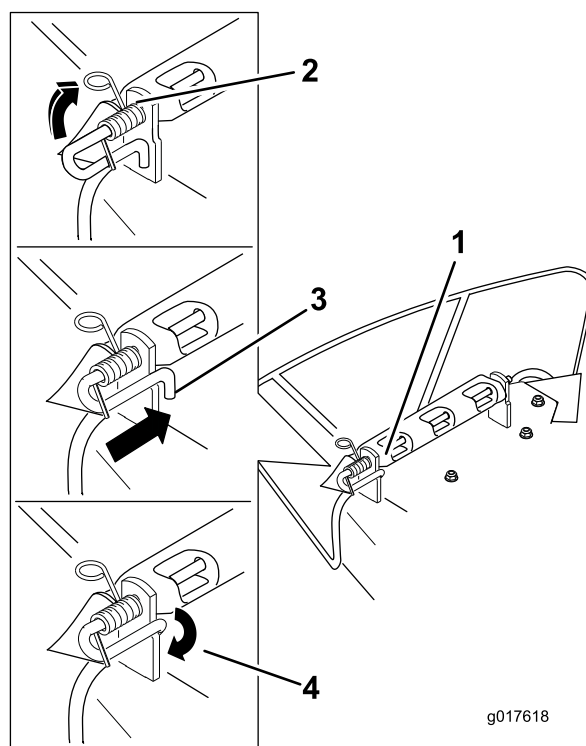

Figura 76
4. Posizionate il nuovo gruppo deflettore di scarico con le estremità delle staffe collocate tra le staffe saldate al piatto come illustrato nella Figura 76.
6. Posizionate la molla sull'asta, come illustrato nella Figura 76, in modo che l'estremità più corta della molla provenga da sotto l'asta prima della curva e vada sopra l'asta mentre ritorna dalla curva.
7. Sollevate l'estremità lunga della molla e inseritela nella tacca presente sulla staffa del deflettore (Figura 76).
8. Fissate il gruppo costituito dall'asta e dalla molla ruotandolo in modo tale da collocare l'estremità corta dell'asta dietro la staffa anteriore saldata al piatto di taglio (Figura 76).